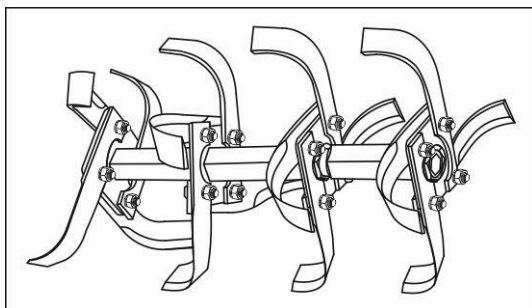

Рисунок 14 – Ґрунтофреза у зборі
7. Скласти інші сегменти ротора ґрунтофрези (див. рисунок 14). Складання лівої половини ґрунтофрези здійснюється аналогічно, урахуванням напрямку обертання ротора.